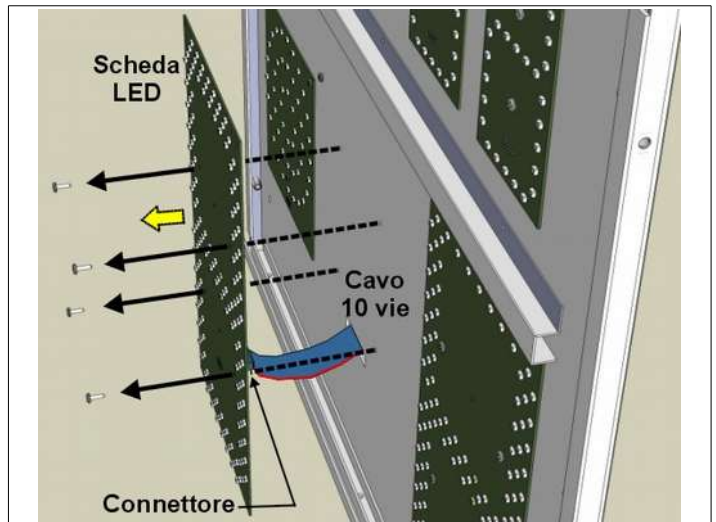

Fig. 20: Sostituzione di una scheda LED
2. Con il cacciavite, togliere le viti di fissaggio della scheda da sostituire (Fig. 20); allontanare leggermente la scheda dalla sua posizione per estrarre il connettore del cavo piatto di collegamento.